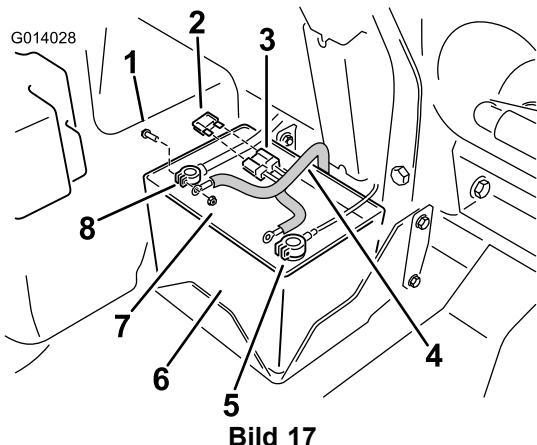

Bild 17
4. Schließen Sie den roten Plusringpol am elektrischen Kabelbaum an der Befestigung am roten Batteriekabel an (Bild 17).
- Schließen Sie den schwarzen Minusringpol am Minuskabel der Batterie an (Bild 17).
8. Setzen Sie die Sicherung an der Batterie in den offenen Anschluss im Kabelbaum ein (Bild 17).